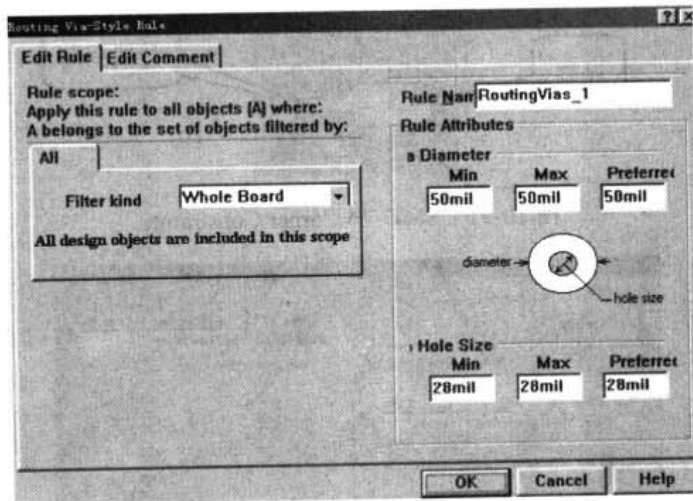

图 10-88 过孔类型设置对话框
- **Routing Via Style:** 过孔类型。该规则用于设置过孔外径 Diameter 和内径 Hole Size 的尺寸。Routing Via Style Rule（过孔类型）设置对话框，即如图 10-88 所示。可在 Rule Attribute 栏中要求定义过孔外径和内径的 Min（最小值）、Max（最大值）、Preferred（首选值）。首选值可被用于自动布线和手工布线的过程。而最小值和最大值，则可被用于在线 DRC 过程。